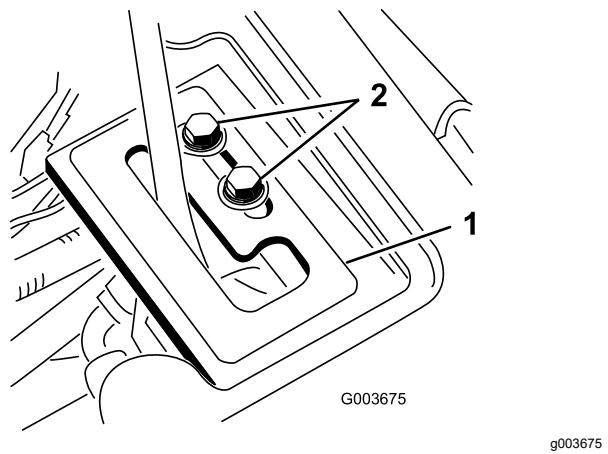

Рисунок 25
1. Вставьте направляющую пластину рычага над рычагом подъема и свободно закрепите ее на раме с помощью 2 винтов с фланцевой головкой и шайб (Рисунок 25).
пластины рычага так, чтобы гидроцилиндр подъема можно было выдвигать и втягивать вручную (Рисунок 25).
8. Затяните оба установочных винта направляющей пластины рычага подъема, чтобы зафиксировать регулировку (Рисунок 25).